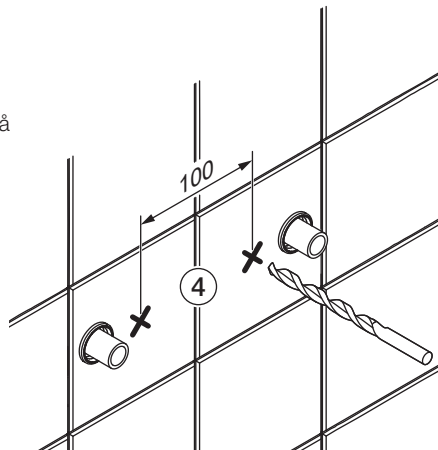

Fig. 1
4. Skruvfästningar i våtzon 1 ska göras i betong eller annan massiv konstruktion, träreglar, träkortlingar eller i konstruktion som är provad och godkänd för infästning, till exempel skivkonstruktion. Se exempel på godkända konstruktioner på sakervatten.se. Alla infästningar i våtzon 1 och 2 ska tätas, se "Fig. 1" eller "Fig. 2". Material för tätning ska fästa mot underlaget och vara vattenbeständigt, mögelresistent och åldersbeständigt.
4. The screw mountings should be of a sturdy design, for instance made of concrete, wooden studs, wooden noggings or a design that has been tested and approved for mounting, e.g. pad design. All attachment points must be sealed. See "Fig. 1" or "Fig. 2". The sealant material must attach firmly to the underlying surface and be water-resistant, mould-resistant and non-ageing.